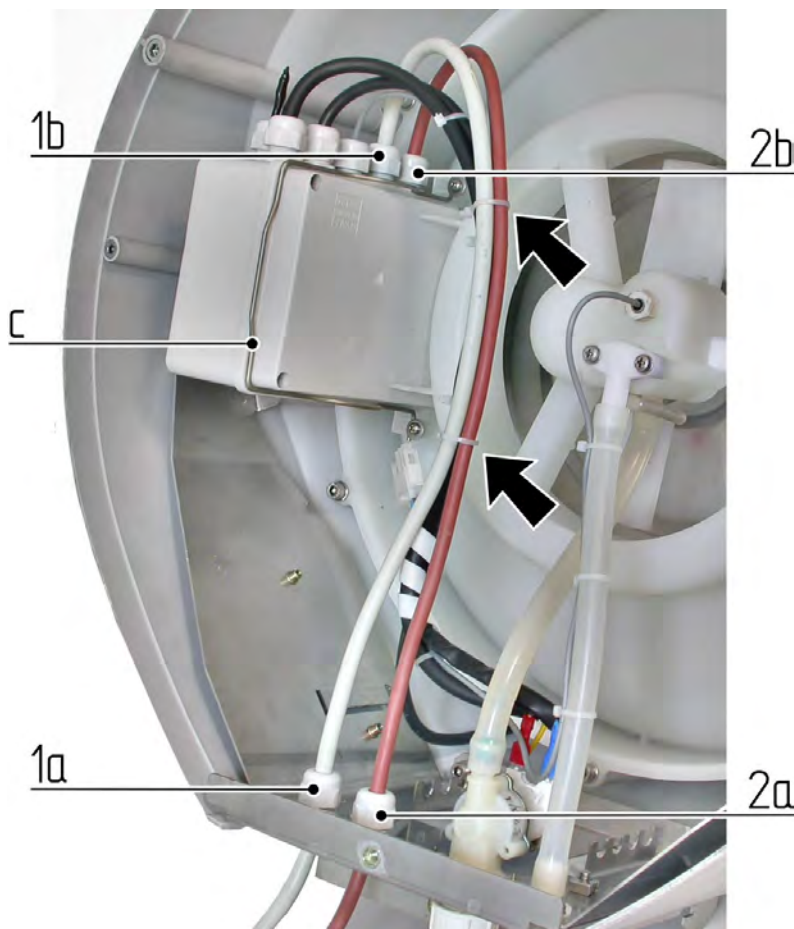

Fig. 15
Con riferimento alla Fig. 15:
Al termine dell'installazione l'interno della macchina dovrebbe apparire come mostrato in Fig. 15
- Assicurarsi che tutti i fili siano posizionati regolarmente all'interno della macchina come mostrato in Fig. 15.